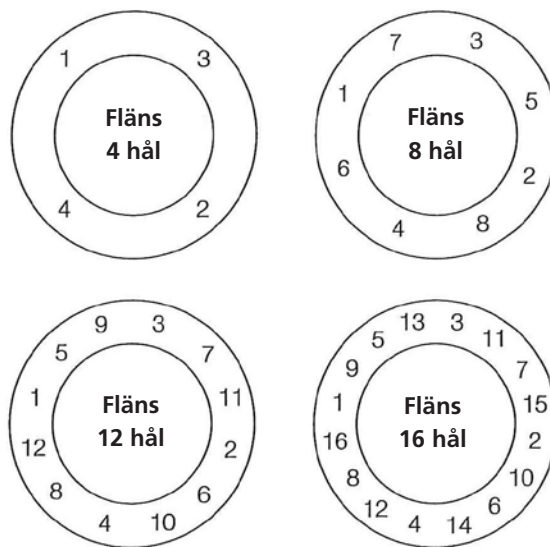

Fig. 4
3. Dra först åt bultarna runt om för hand, dra sedan åt dem jämnt och växelvis (se fig. 4).